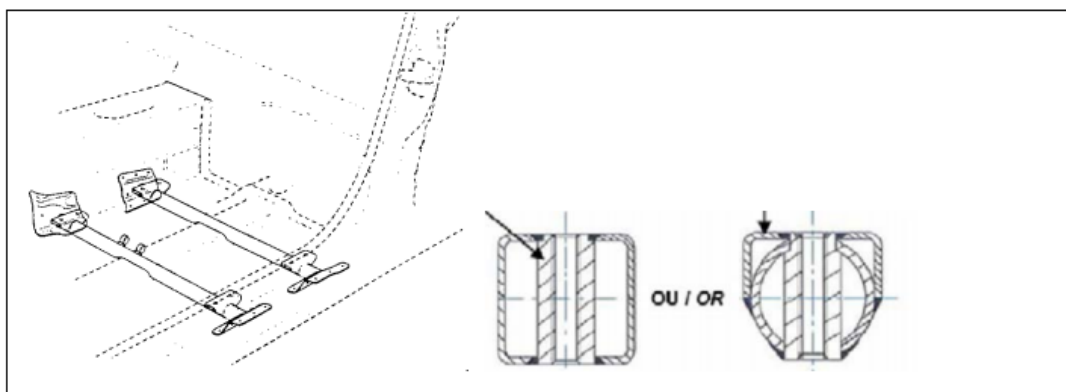

Рис. 5.4. Крепление сидений.
- На всех автомобилях допускается установка спортивных сидений с пятью (5) отверстиями для ремней безопасности. Рекомендуется, что бы они удовлетворяли стандартам FIA 8855/1999 либо 8862-2009 (настоятельно рекомендуется). Использование сиденья должно удовлетворять требованиям Статьи 253-16 Приложения J к МСК FIA.
- Сиденья с кронштейнами должны быть установлены только на поперечных трубах в соответствии с требованиями Статьи 253-16.1-3 Приложения J, либо в соответствии с Рис. 5.4.